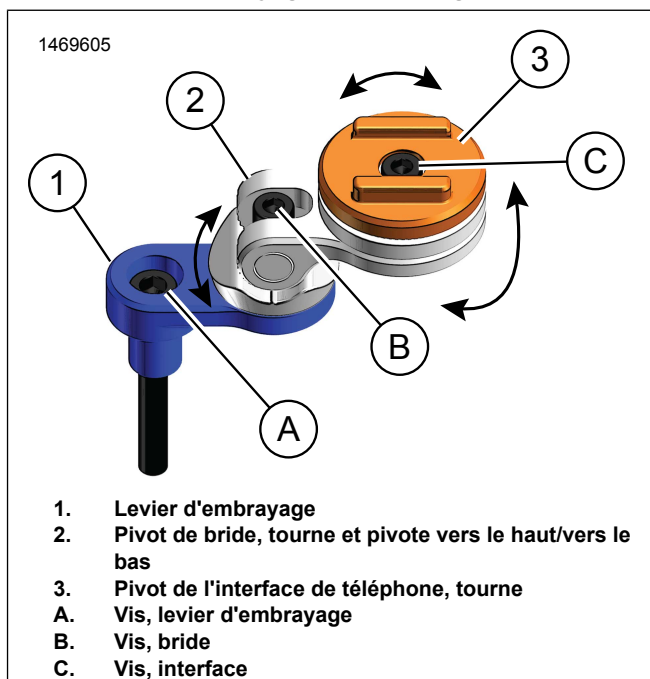

Figure 4. Points pivots
4. Figure 4 Desserrer la vis (B) pour régler l'orientation sur le pivot de la bride. Serrer.
5. Figure 4 Desserrer la vis (C) sur l'interface du téléphone (3) pour régler le positionnement du téléphone. Serrer.